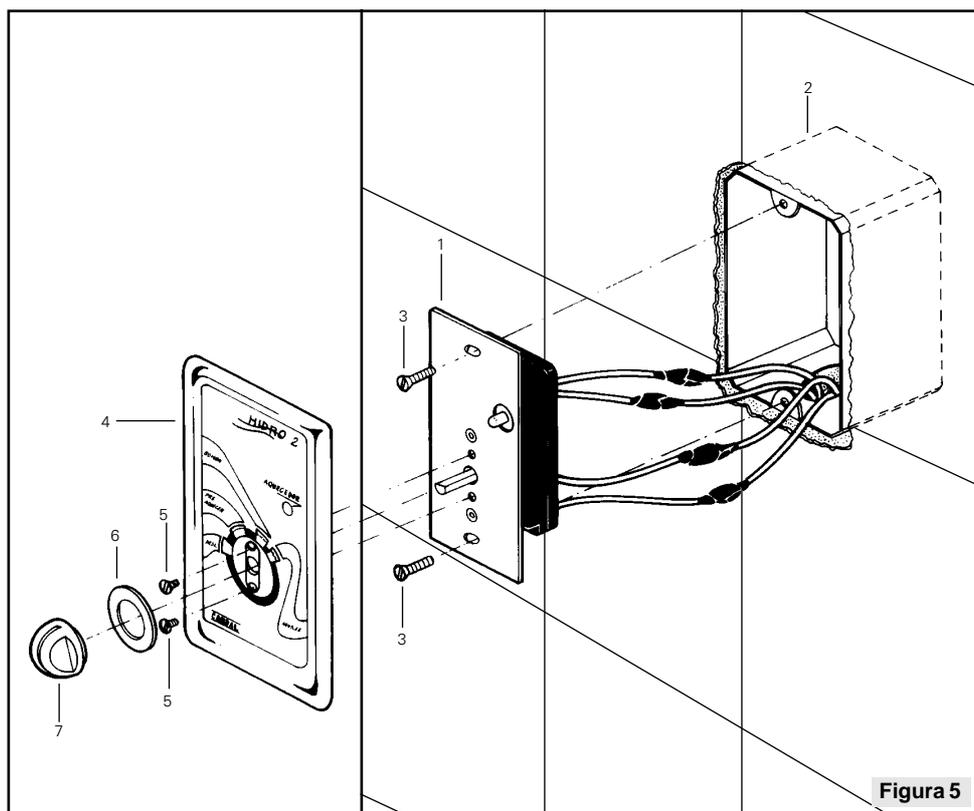

Figura 5
- 3- Acomode da melhor forma todos os fios de maneira que as conexões e isolações não se desfaçam. Acompanhe pela figura 5, a sequência de montagem do painel de comando.